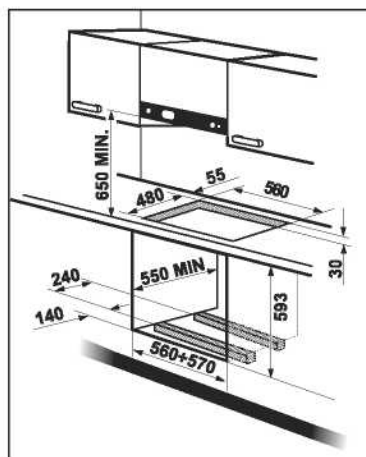

Fig. 5
Gaz lichid: folosiți un suport de cauciuc «D» (Fig. 5). Folosiți întotdeauna o gamitură de etanșare «B». Apoi efectuați racordarea la sursa de gaz. Furtunul flexibil trebuie fabricat în așa fel, astfel încât:
- Cu ajutorul unei chei tubulare de 7, deșurubați și îndepărtați injectoarele (Fig. 5) și înlocuiți-le cu cele necesare pentru tipul de gaze care se utilizează (vezi tabelul 2: Injectoare).